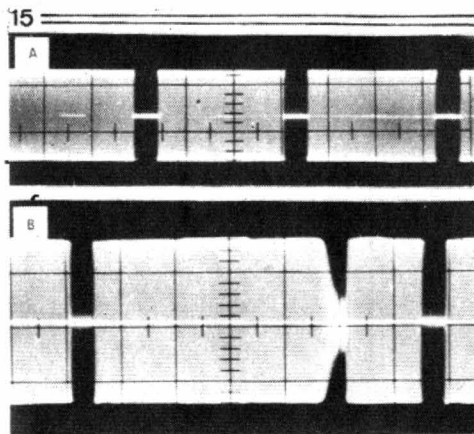

Fig. 16. — Allure des signaux sur la broche 15. En ce qui concerne l'anomalie de l'oscillogramme B, voir le texte.
15. (fig. 16)
- A (G), 20 $\mu\text{s}/\text{cm}$, 2 V ;